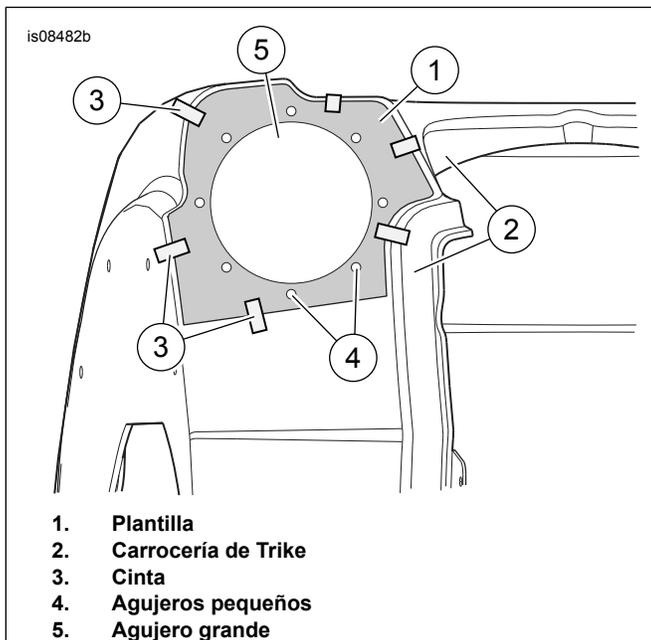

Figura 1. Ubicación de la plantilla
1. Vea Figura 1. Alinee la plantilla (1) con uno de los lados de la carrocería (2). Los bordes de la plantilla se alinean con los bordes tangentes de los pliegues de la carrocería. Asegure la plantilla con cinta (3). Marque con un punzón las ubicaciones de los ocho agujeros pequeños (4). Marque el agujero grande (5) con un marcador de contraste o un lápiz de cera.